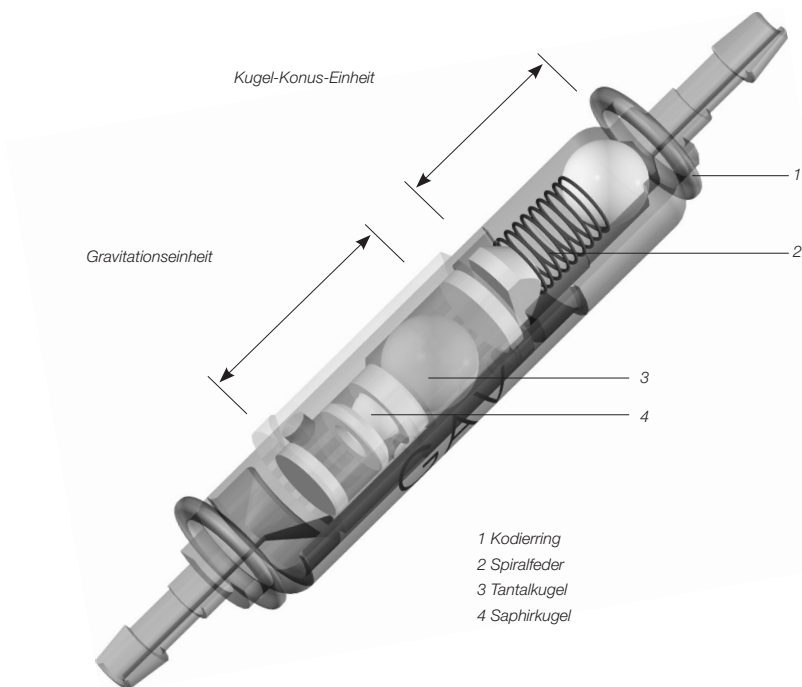

Abb. 1: GAV im Querschnitt
Abb. 1 zeigt eine schematische Querschnittszeichnung des GAV. Es besteht aus einem stabilen Titangehäuse, in dessen proximalem Teil eine bewährte Kugel-Konus-Einheit integriert ist. Eine Spiralfeder (2) gewährleistet den Öffnungsdruck der Kugel-Konus-Einheit. Die Gravitationseinheit im distalen Bereich besteht aus einer Tantal-Kugel (3), die den Öffnungsdruck dieser Einheit bestimmt, und einer Saphir-Kugel (4), die den präzisen Verschluss garantiert. Kodierringe (1) ermöglichen die Identifikation der Druckstufen im Röntgenbild.